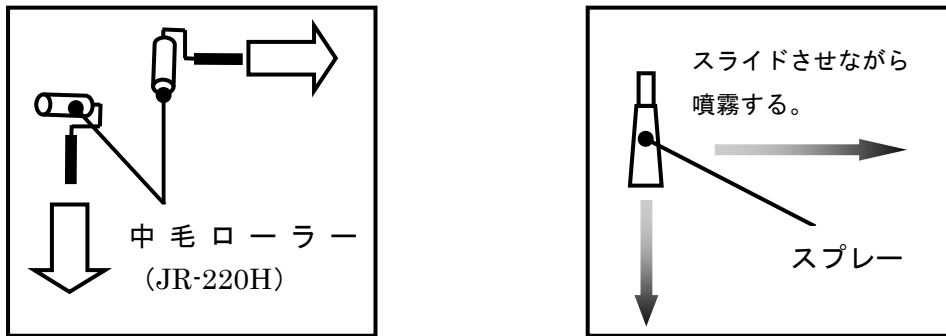

図 1
- ・塗膜に転写液JT-180Nをローラー又はスプレーで塗布してください(図1)。